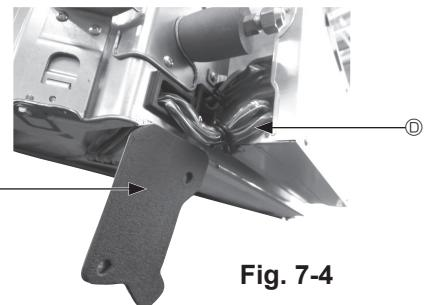

Fig. 7-4
- ① Rimuovere le due viti di fissaggio del copricavi dell'unità principale, quindi aprire il copricavi.
- ② Inserire i cavi dell'i-see Sensor e del ricevitore di segnale nella scatola dei componenti elettrici facendoli passare attraverso gli ingressi dei cablaggi, come illustrato nello schema, e intorno alle boccole sul lato dell'unità principale. (Fig. 7-4)